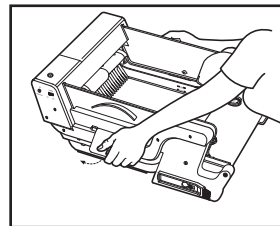

Fig. 8a
- Alce las aldabas situadas a los costados de los paneles laterales (Fig. 8a) a fin de desmontar la caja de arena de la unidad (Fig. 8b).